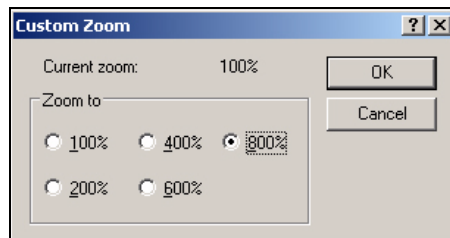

Figura 5-44: Personalizar zoom
- 2 Vá até *Ver > Zoom > Personalizar*. A caixa de diálogo *Personalizar zoom* (veja Figura 5-44 na página 5-53) aparece.